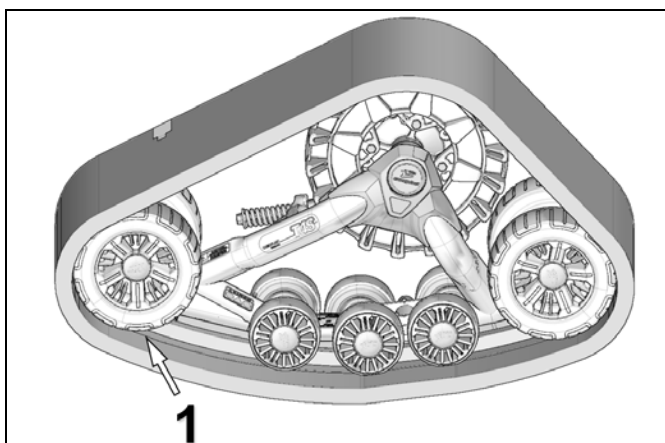

Figure 36
- Réinstaller les pneus de 241 mm (1). Voir la Figure 36.